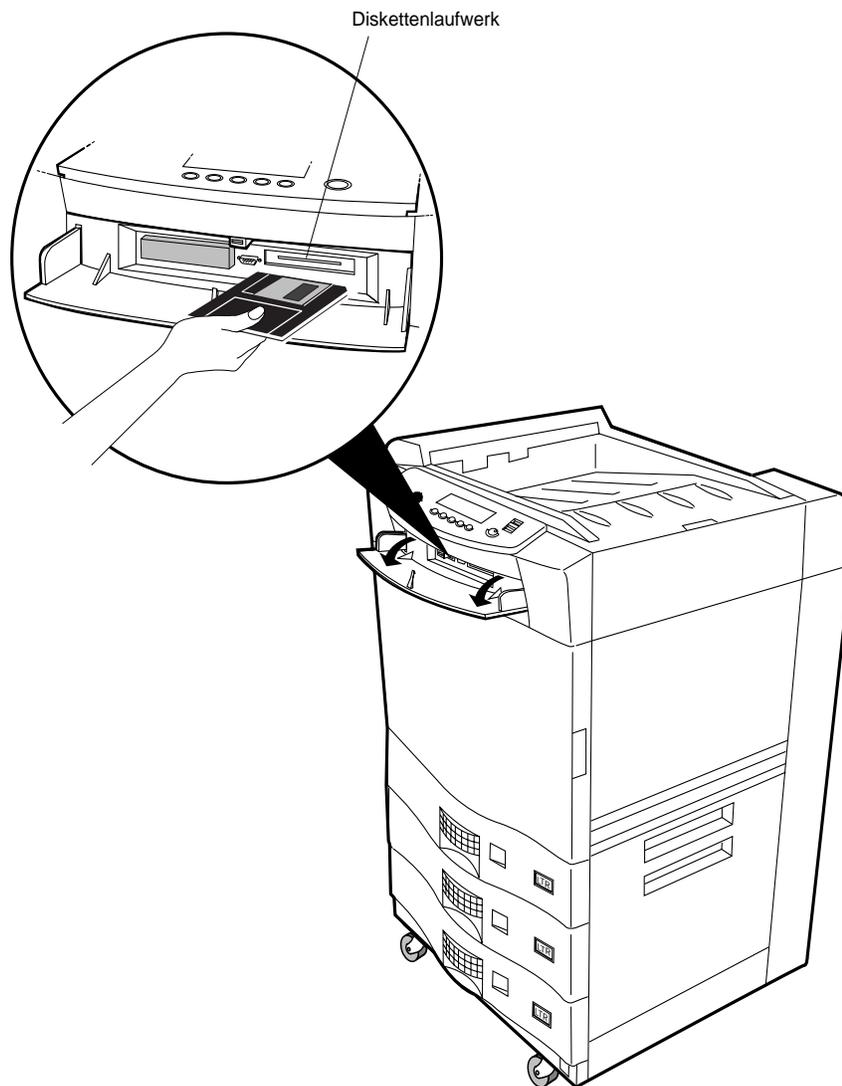

Abbildung 2-75 Funktionscode installieren
3. Legen Sie die Diskette in das Diskettenlaufwerk ein (siehe Abbildung 2-75).